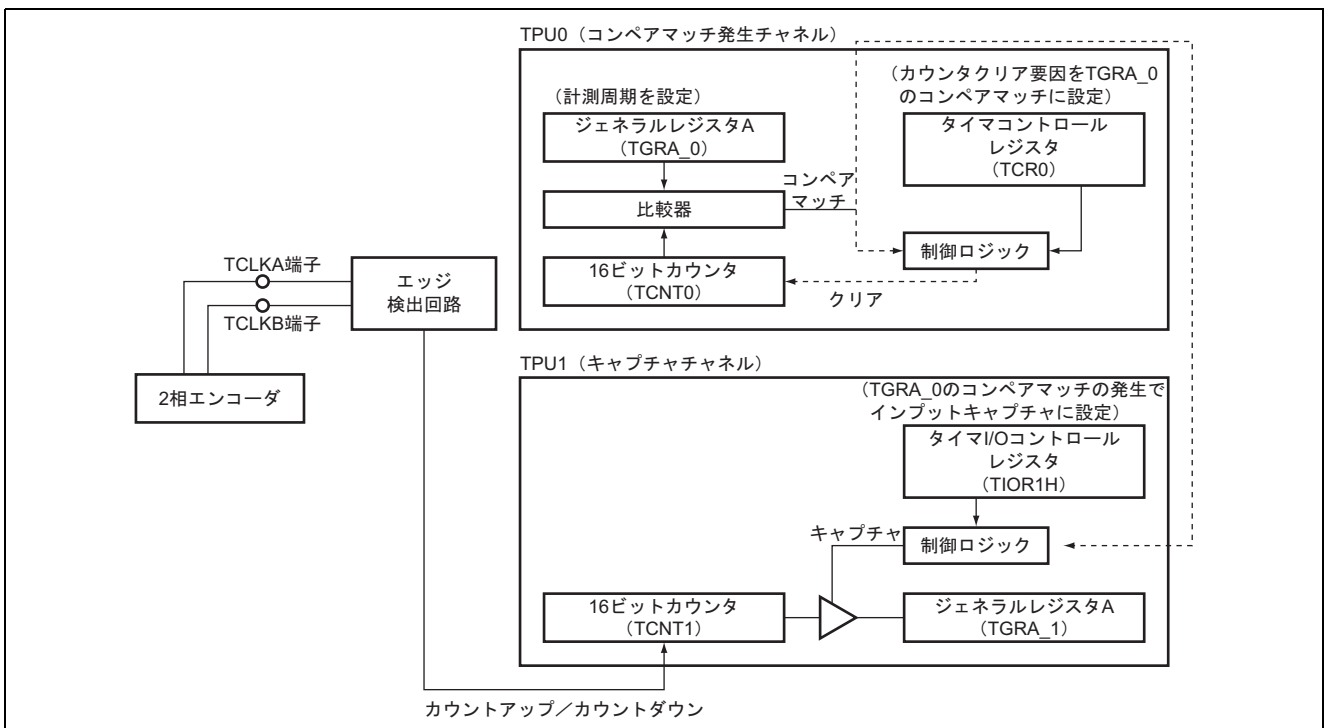

図 2 2 相エンコーダカウントブロック図
(1) 本タスク例では TPU1 を使用して 2 相エンコーダカウントを行います。図 2 に 2 相エンコーダカウントのブロック図を示します。